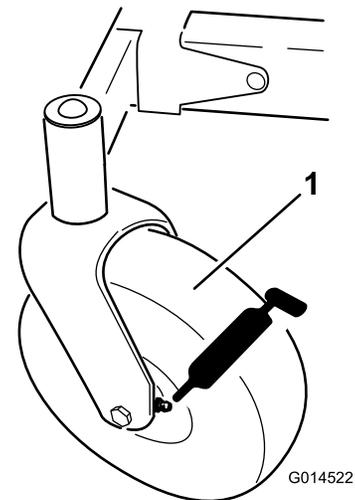
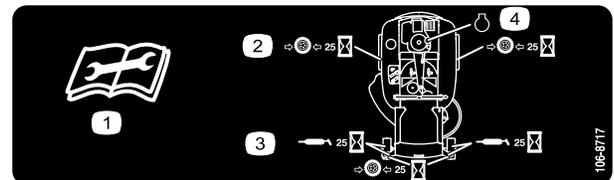

Figure 32
Figure 33
3. Nettoyez les graisseurs (Figure 32 et Figure 33) à l'aide d'un chiffon.
4. Raccordez une pompe à graisse à chaque graisseur (Figure 32 et Figure 33).